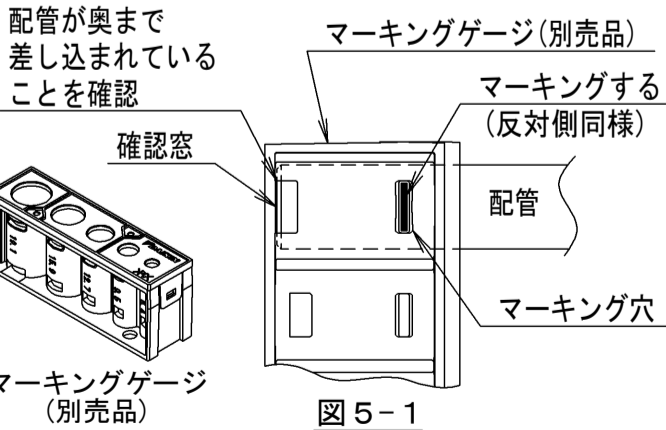

図5-1
- (1) マーキングゲージ(別売品)を使用して、配管を奥まで差し込んでください。
- (2) マーキングゲージ(別売品)の奥まで差し込まれていることを、確認窓にて確認してください。
- (3) マーキング穴を油性ペンなどで塗りつぶしてください。(2ヵ所)(図5-1参照)